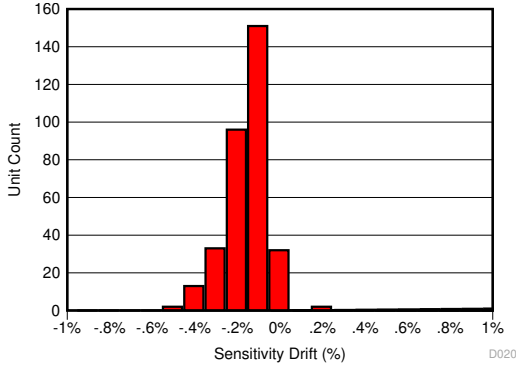
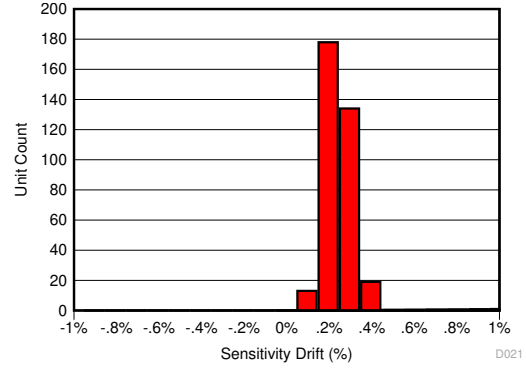
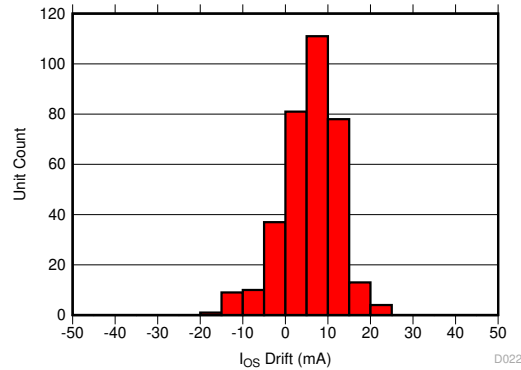

图 9-1. 130°C、85% RH HAST 后的灵敏度误差
图 9-2. AEC-Q100 高温工作寿命应力测试后的灵敏度误差漂移
图 9-3. AEC-Q100 高温工作寿命应力测试后的以输入为基准的失调漂移
TMCS1108 中用于降低温度漂移的相同补偿技术也大大降低了老化、应力和环境条件导致的寿命漂移。由于高工作温度下的老化现象，典型的磁传感器会遭受高达 2% 至 3% 的灵敏度漂移。TMCS1108 极大地改善了寿命漂移，电气特性 表针对在三批次 AEC-Q100 认证期间在最坏情况应力测试后测量的总灵敏度误差进行了阐述。AEC-Q100 认证规定的所有其他应力测试产生的灵敏度误差低于指定的值，处于 电气特性 表中指定的范围内。图 9-1 展示了在进行最坏情况应力测试（即  $130^\circ\text{C}$  和 85% 相对湿度 (RH) 条件下的高加速应力测试 (HAST)）后的总灵敏度误差，而图 9-2 和图 9-3 展示了在进行 AEC-Q100 规定的 1000 小时、 $125^\circ\text{C}$  高温工作寿命应力测试后的灵敏度和失调误差漂移。该测试模拟了典型的器件寿命操作，表明与典型的磁传感器相比，老化导致的可能的器件性能变化得到了极大的改善。